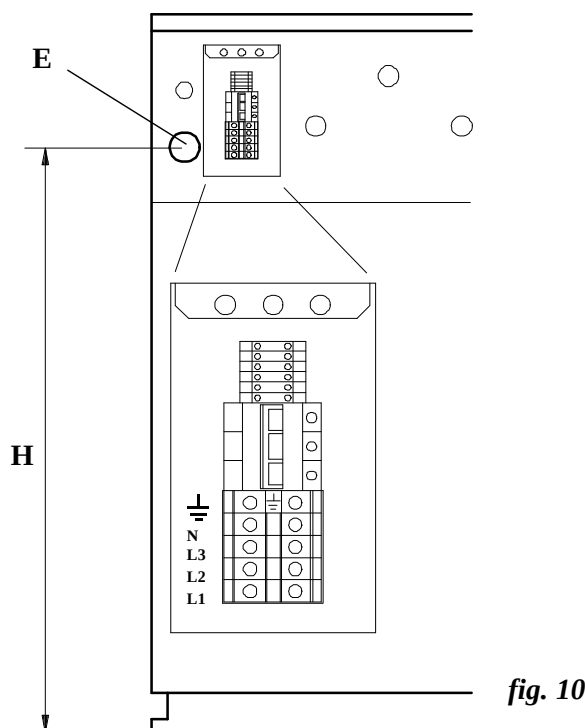

fig. 10
- Secure the wire guard in the hole **E** (**fig. 10**) and insert the wire inside the terminal block.
- Fijar el protector del conductor en el orificio **E** (**fig. 10**) e introducir el conductor en el interior de la caja de bornes.
- Fixer le protecteur du câble sur l'orifice **E** (**fig. 10**) et introduire le câble à l'intérieur du boîtier de bornes.